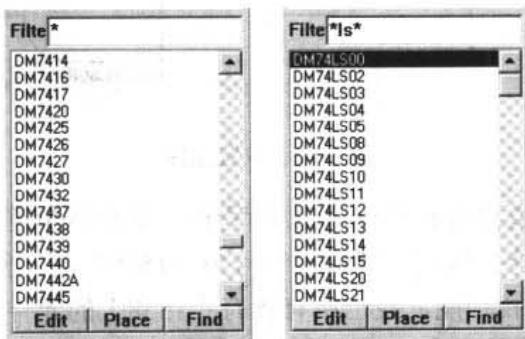

图 4-9 设置过滤条件
**元件过滤选项区域：**此选项区域的功能是设置元件浏览选项区域中元件列表显示条件，可以使用通配符“\*”和“？”设置过滤条件。例如，如果只使用带有 LS 的标准集成电路元件，可以输入“\*ls\*”，如图 4-9 所示。